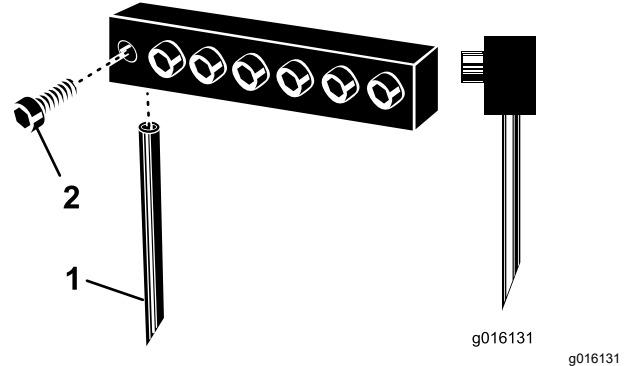

図 30
3. エアレータに既にタインが付いている場合には、クランプボルトをゆるめてそれらのタインを取り外す 図 30。
注 中空タインの場合は排出穴を後方に向けて取り付ける。むくタインは、先端の角をエアレータに向けて取り付ける 図 30。